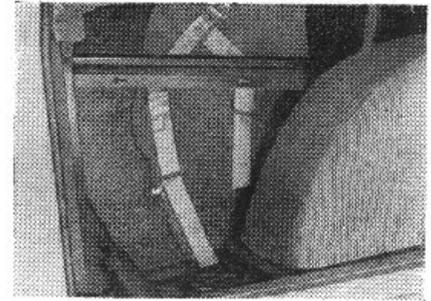

Bild D 6. Blechstreifen angepaßt
**Beachte:** Die Blechstreifenlänge soll 200 mm nicht überschreiten. Bei längeren Rissen sind entsprechend mehr Blechstreifen vorzubereiten (s. Bild D 6).
- (1) Einpaßstück ankleben,
(2) an den Fugen herausgetretener Kleber
**Beachte:** Zur Verstärkung des Füllstückes darf nicht ein Blech derselben Größe verwendet werden, sondern lediglich Blechstreifen laut Bild D 6. Andernfalls würde die Elastizität des Füllstückes verlorengehen.